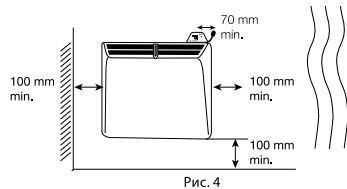

Рис. 4
6. При настенной установке конвектора, необходимо вертикально установить держатель Bullet Sensor с помощью самореза и дюделя на стене как указано на рис. 4.